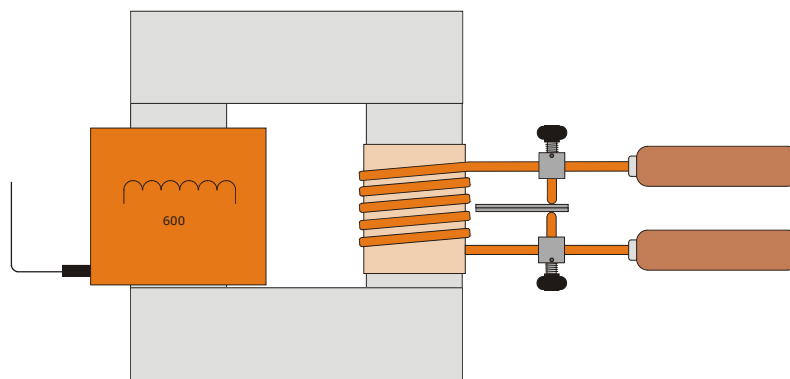

Fig. 1 Saldatura a punti
- Realizzare un trasformatore ad alta corrente come da Fig. 1 e posizionarlo su una base resistente alle alte temperature.